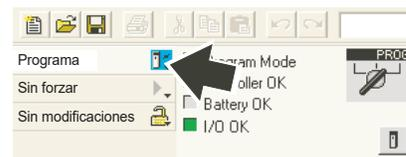

Imagen 4.3.21j Haga clic en el icono «Programa».
8. Haga clic con el botón izquierdo del ratón en el icono «Programa» (imagen 4.3.21j) y seleccione «Desactivar conexión» en el menú que aparece.